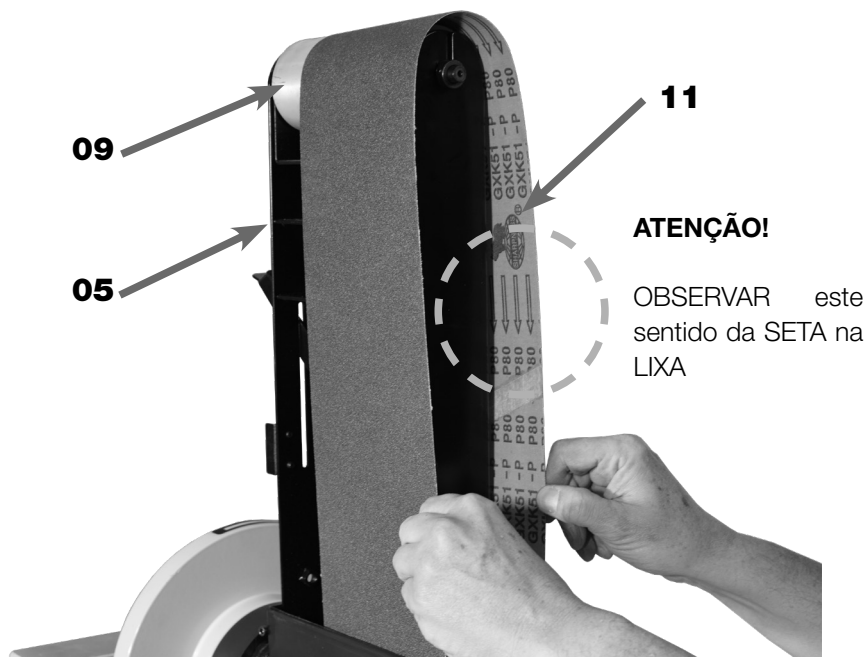

FIGURA 30 – Instalação da Lixa de Fita
9. REMOVER a Lixa de Fita (11) velha (figura 30);